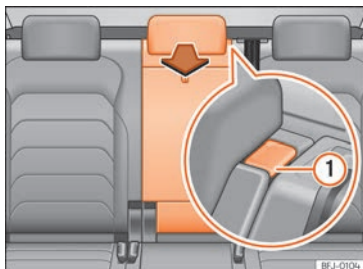

Fig. 129 Encosto do banco traseiro: abertura do alçapão para cargas grandes
- Pressione o botão de desbloqueio » **Fig. 129** ① e rebata o alçapão para a frente »